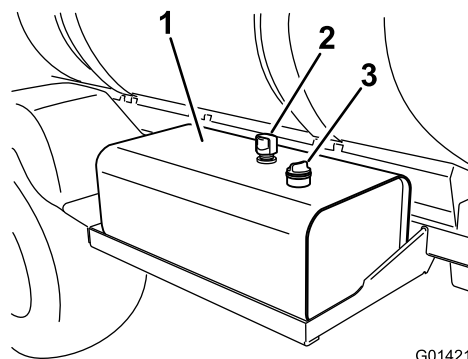

Figure 107
2. Nettoyez la surface autour du bouchon-jauge du réservoir de liquide hydraulique et enlevez-le (Figure 107).